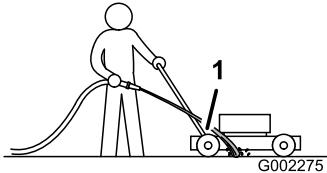

Figura 23
3. Tenete il flessibile da giardino all'altezza della stegola e indirizzate il getto per terra, davanti alla ruota posteriore destra (Figura 23).